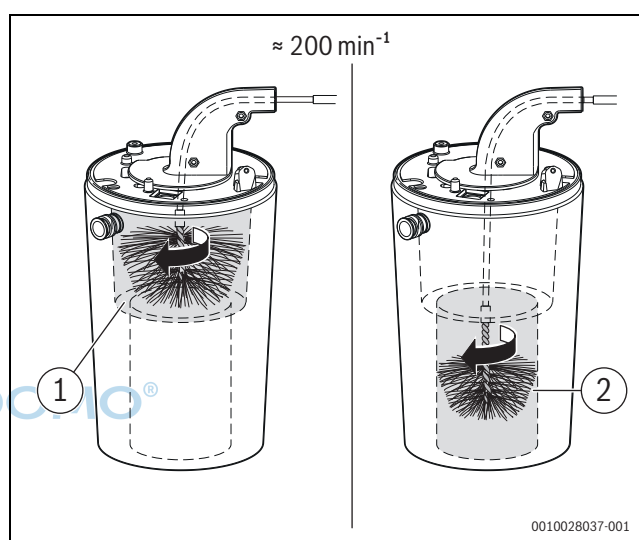

Bild 66 Wärmeblock reinigen ($\approx 200 \text{ min}^{-1}$, nur Rechtslauf)
- Mit kleiner Bürste für den unteren Bereich wiederholen (→ Bild 66, [2]).